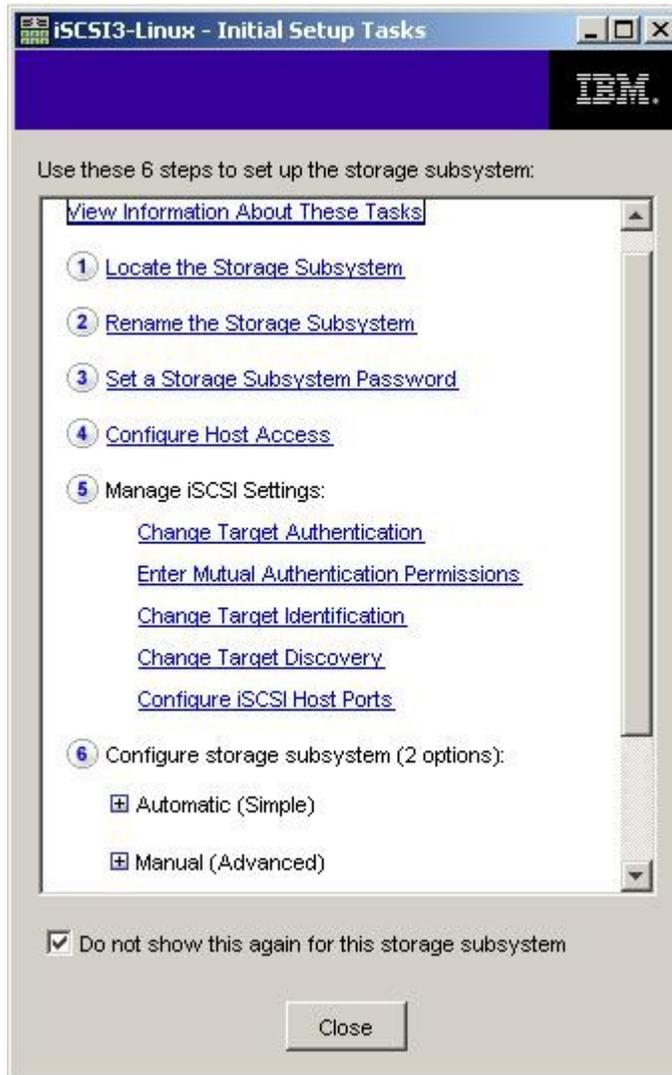

Figure 10. Fenêtre Initial Setup Tasks de la fenêtre Subsystem Management
3. Dans la page **Summary**, cliquez sur **Perform Initial Setup Tasks**. La fenêtre Initial Setup Tasks s'affiche, comme indiqué dans la figure 10.